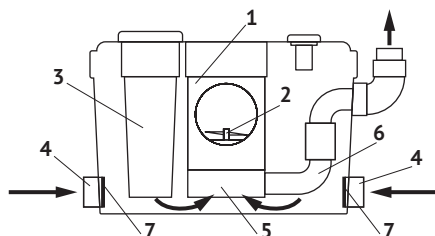

Рис. 2
душевых кабин (2). Сточные воды отводятся в канализацию через выходное отверстие (3). Обратный клапан, установленный в выходном патрубке (см. рис. 2, поз. 6) идушем от насоса, предотвращает возврат откаченной воды в станцию. На крышке корпуса станции (6), расположено вентиляционное отверстие с фильтром (4). Внутри крышки находится электромеханический микро-выключатель (5), который включает, либо отключает насос в зависимости от уровня воды в накопительном бачке станции.
Сточная вода из унитаза поступает в чашу-фильтр (1), в которой расположен измельчитель (2) насоса (5), и стекает в накопительный бачок канализационной насосной станции (см. рис. 2). Жидкость из писсуаров, биде,